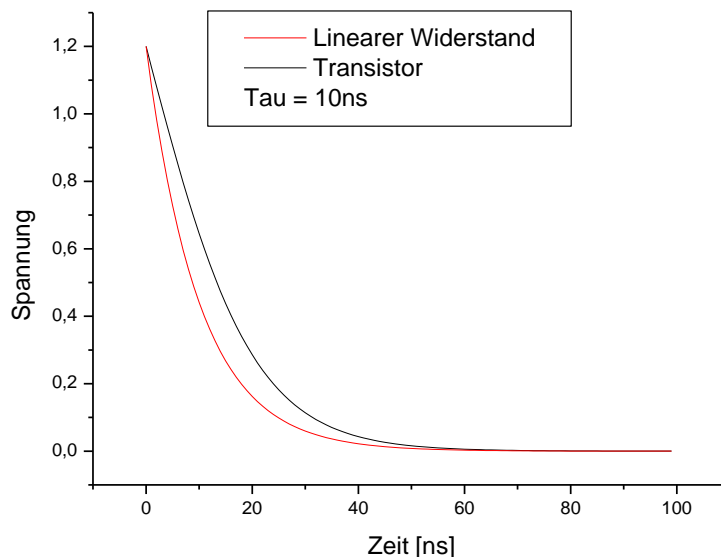

Abbildung 7
Abbildung 7 zeigt den Unterschied zwischen den Funktionen (5) (Transistor) und (6) (Widerstand). Wenn die Kapazität durch Transistor entladen wird, dauert ist die Entladezeit von 100% auf 5% des Anfangswertes etwa $4 \times R_{on}C$ und wenn die Kapazität durch Widerstand entladen wird $3 \times R_{on}C$.